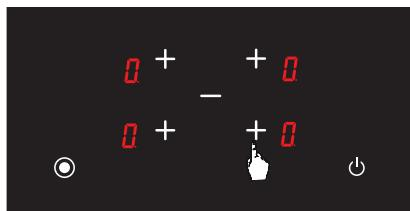

Рис. 6
2. Нажмите нужную кнопку выбора конфорки. При первом нажатии символ  будет отображаться на соответствующей конфорке (См. Рис. 6). Кроме того, кнопка выбора горелки будет служить  после первого нажатия.